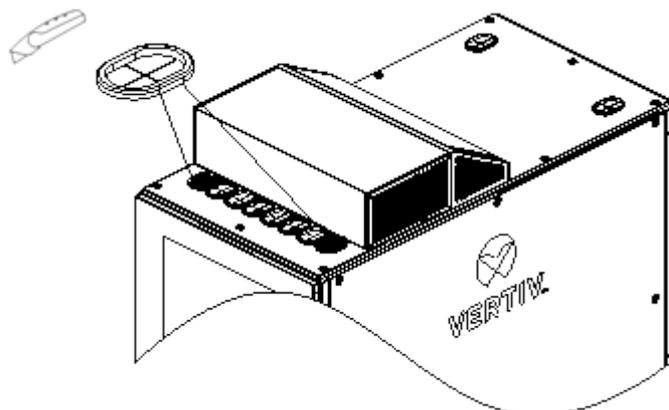

図 2-27 ケーブル保護リングに切り込みを入れる
- 1) カッターナイフで左右のケーブル保護リング(2 個)に切り込みを入れる(図 2-27 参照)。